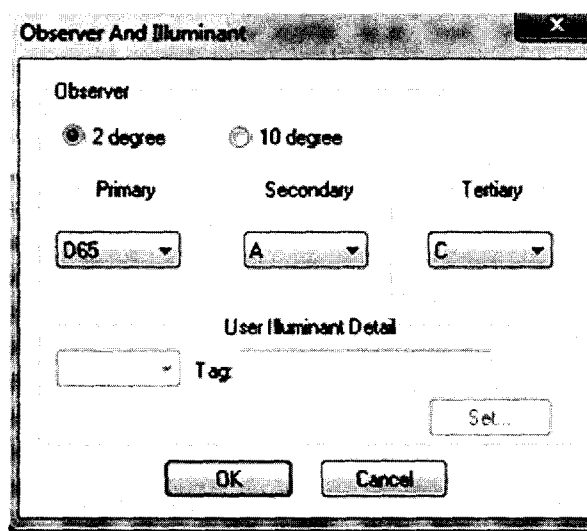

Рисунок 32
8.4.1.1.2 Открыть закладку Observer And Illuminant, нажав на пиктограмму  и установить источники освещения/наблюдения D65 и геометрию освещения/наблюдения 2° (рисунок 32)